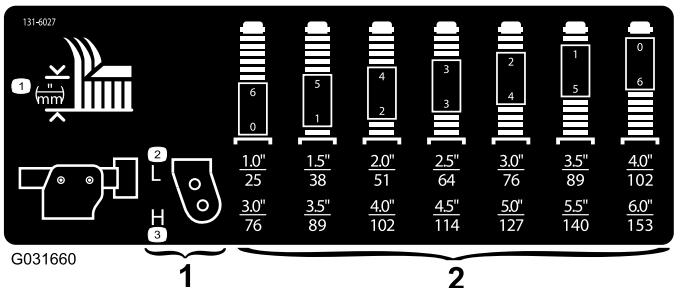

Figura 18
3. Coloque os eixos da roda giratória nos mesmos orifícios em todas as forquilhas da roda giratória; consulte a tabela (Figura 18 para determinar os orifícios corretos para a definição.
- Nota:** Consulte o quadro para determinar quais as combinações de espaçadores adequadas para cada posição (Figura 18).